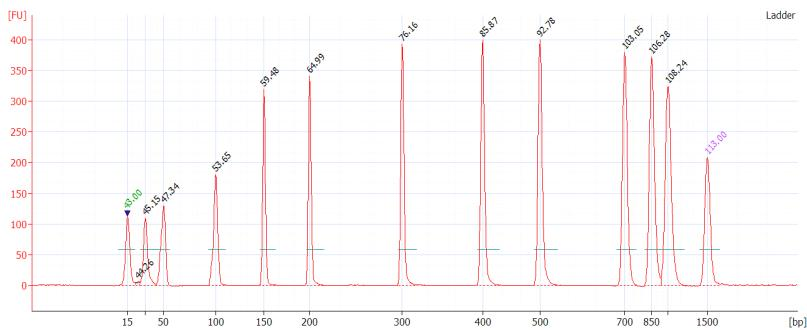

Figura 8: Eletroferograma Ladder (bioanalisador)
3. Certifique-se de que o perfil do gráfico Ladder é semelhante ao da Figura 8 abaixo e contém 13 picos, com o mais baixo a 15 bp e o mais alto a 1500 bp (estes são os marcadores que estarão presentes em todas as leituras de amostras) e uma linha de referência plana (consulte a Figura 8).